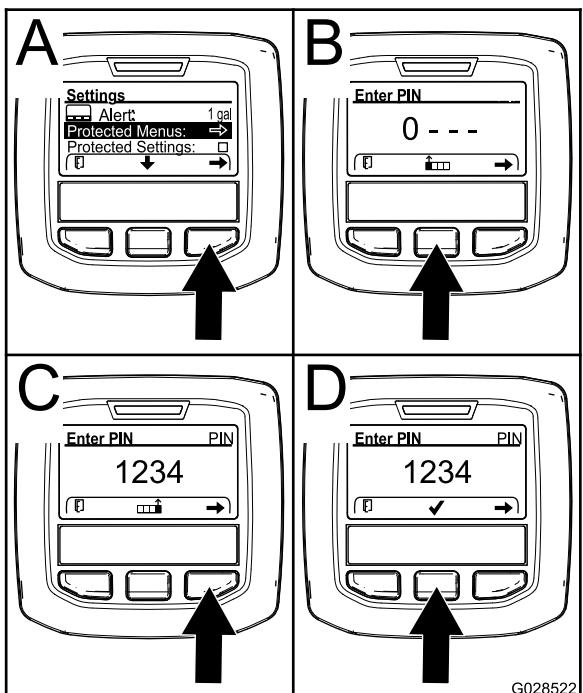

Рисунок 49
2. В меню SETTINGS (Настройки) с помощью средней кнопки прокрутите меню вниз к пункту PROTECTED MENU (Защищенное меню), и нажмите правую кнопку (Рисунок 49А).
3. Чтобы ввести ПИН-код, нажмите среднюю кнопку и удерживайте ее в нажатом положении до появления первой цифры, затем нажмите правую кнопку, чтобы перейти на следующую цифру (Рисунок 49В и Рисунок 49С). Повторяйте этот пункт до тех пор, пока не будет введена последняя цифра, затем нажмите правую кнопку еще раз.